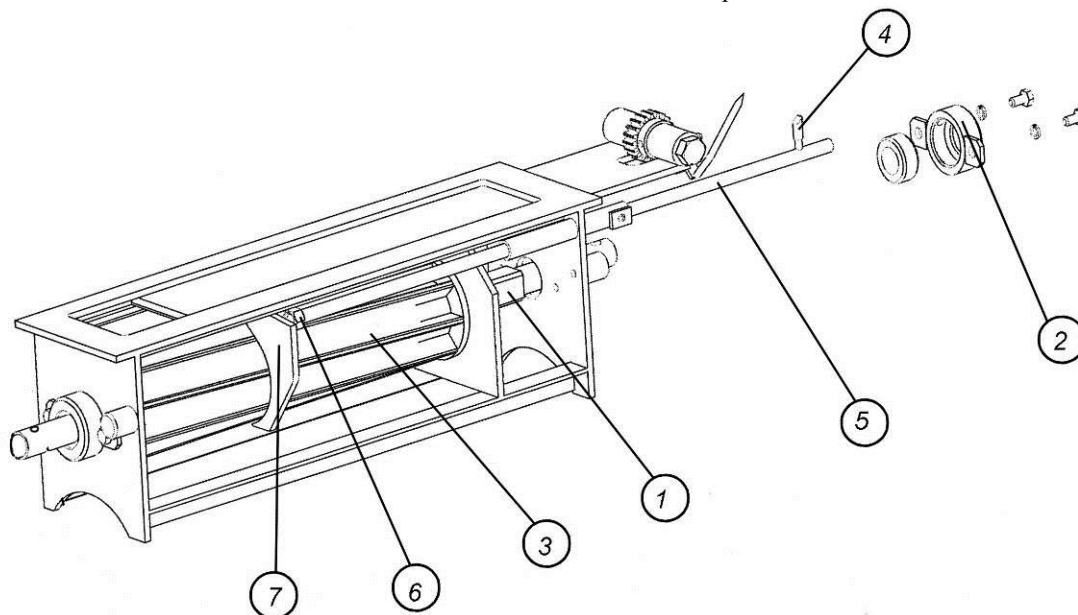

Рис. 6.2.5. Разборка заднего дозатора (продолжение)
5. Выкрутить указатель 4 из прутка 5. Открутить контргайку 6 на пластине 7 и выкрутить пруток из пластины (Рис. 6.2.5).